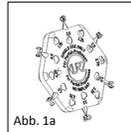
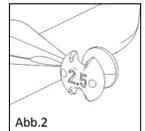

Abb. 1a
Abb.2
■ **Abb. 1a, 1b/2** Die Sizer Disk für Partial-Prothesen besitzt sechs satellitenförmig angebrachte Einzelsizer unterschiedlicher Länge (2,0-4,5 mm) (Abb.1a, 1b). Auf der Rückseite eines jeden Sizers wird die entsprechende Länge angezeigt (Abb. 2). Die Aussparungen und Bohrungen dienen der Gewichtsreduktion, sowie der besseren Übersicht während des Messvorganges im Mittelohr.